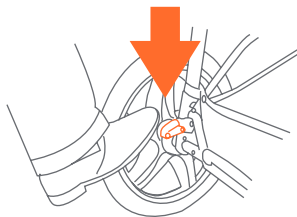

Fig. 15
15) • Para aplicar los frenos, ejerza una ligera presión hacia abajo a la palanca del freno situada en cada rueda trasera. El carrito podría requerir un leve movimiento hacia delante o hacia atrás para alinear los dientes del freno con el piñón del freno de cada rueda (Fig. 15).